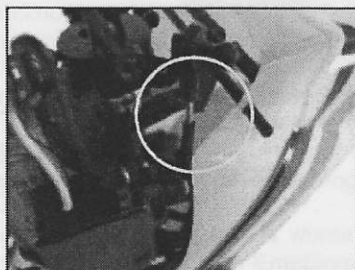

Bild 2
2. wenn der Trimmhebel für das Höhenruder bereits am unteren Endanschlag ist und der Helikopter sich noch immer vorwärts bewegt, müssen Sie durch leichtes Kürzen der Anlenkungen die Einstellung vornehmen. (Bild 2)